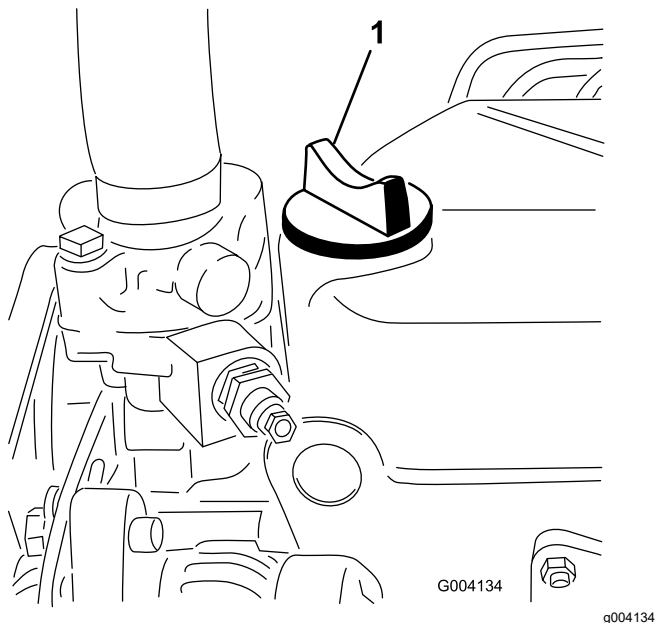

Figura 52
5. Se il livello dell'olio non raggiunge la tacca di PIENO, togliete il tappo di riempimento (Figura 52) e rabboccate con olio fino a portarlo al segno di PIENO sull'asta di livello.